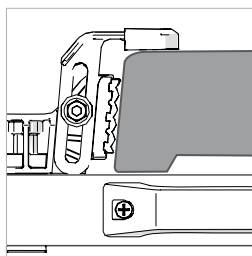

Fig. 19
Dacă baza fierăstrăului dumneavoastră NU are o buză care să iasă sub clevă, atunci cleva secundară TREBUIE să fie atașată pentru a fixa baza din partea de sus. (Fig. 19)
- Așezați fierăstrăul pe masă cu marginea din dreapta (RH) a bazei unelei sprijinită de cele două clevile fixe.
- Dacă este necesar, reglați clevile secundare pentru a asigura o poziție îmbunătățită și o aderență suplimentară la suprafața superioară a bazei fierăstrăului. (Fig. 19) Strângeți-le în poziție cu ajutorul cheii hexagonale furnizate.